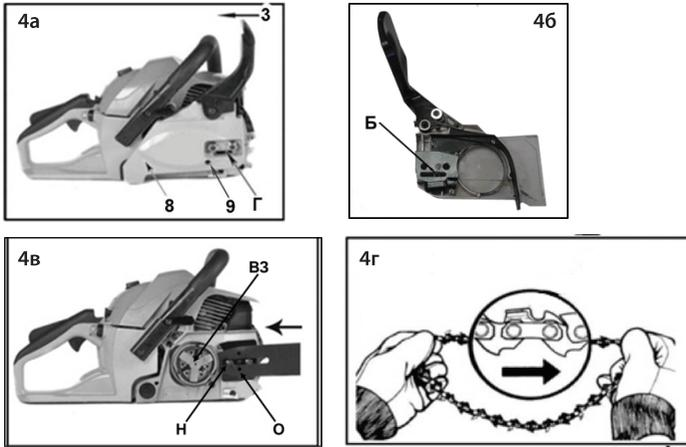

Рис. 4
### Сборка шины и цепи (рис. 4)
- Освободите тормоз цепи (3), рис. 4а.
- Открутите гайки (Г) и снимите крышку муфты сцепления (8). Болт натяжения цепи (Б) должен быть в центре направляющей. Если необходимо, отрегулируйте болт натяжения цепи с помощью винта (9), рис. 4а и 4б.
- Перед сборкой шины и цепи проверьте направление режущих частей зубьев цепи. Направление режущих частей цепи указано стрелкой на рис. 4г.
- Удерживайте шину (11) вертикально, направив конец шины вверх. Начиная с конца шины, наденьте цепь на шину (11).
- Поместите шину с цепью на направляющую шины (Н), разместите цепь вокруг ведущей звездочки (ВЗ) и убедитесь, что она «села» на место, рис. 4в.
- Поместите крышку (8) наверх. Убедитесь, что болт натяжения цепи (Б) попал в отверстие на шине (О) и слегка затяните гайки (Г). Теперь необходимо правильно натянуть цепь.